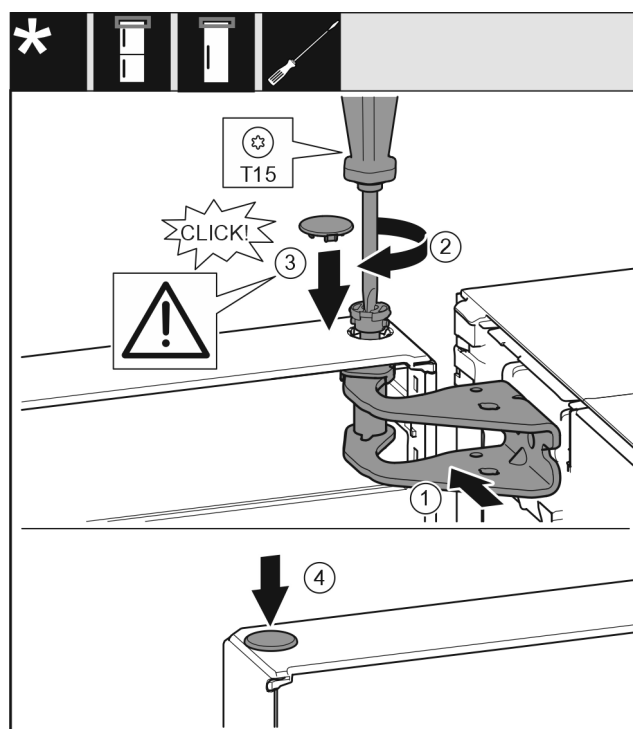

Fig. 21
- ▶ Igazítsa be az ajtót fent a csapágybak Fig. 21 (1) nyílásához.
- ▶ Helyezze be a csapszeget Fig. 21 (2), és húzza meg csavarhúzóval.
- ▶ Helyezze be a fedelet Fig. 21 (3).
- ▶ Ellenőrizze, hogy a fedél Fig. 21 (3) felfekszik-e az ajtóra.
- ▶ Helyezze be a fedelet Fig. 21 (4).